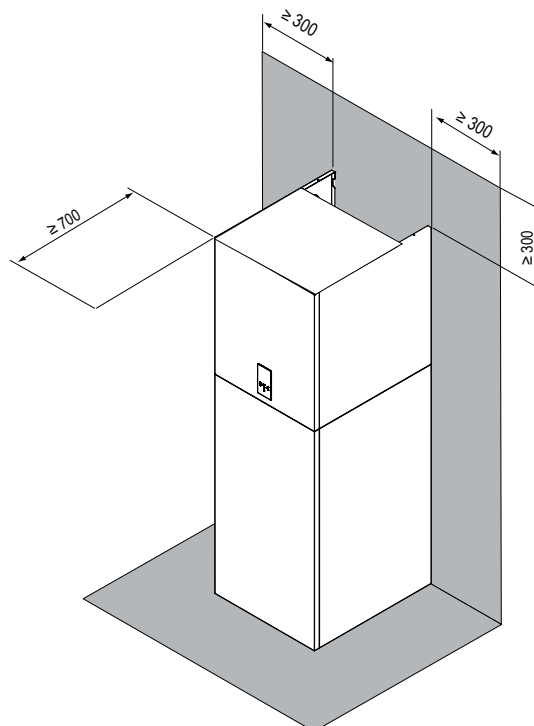

fig. 8 - minimale gebruiksruimte voor de binneneenheid
- De ruimte rond het toestel is voldoende voor onderhoud, zie fig. 8.